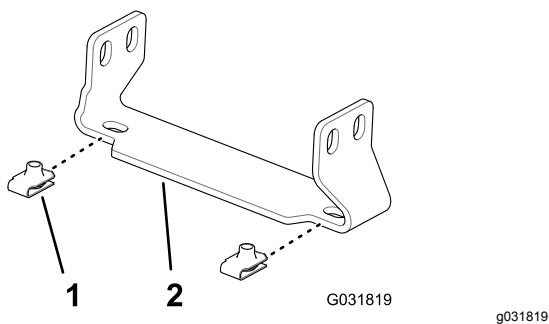

Bild 150
1. Befestigen Sie die vier Klemmmutter (Toro Bestellnummer 94-2413) an den zwei Stützhalterungen der mittleren Abschnittsabdeckung (Toro Bestellnummer 131-3703-03), wie in Bild 150 abgebildet.